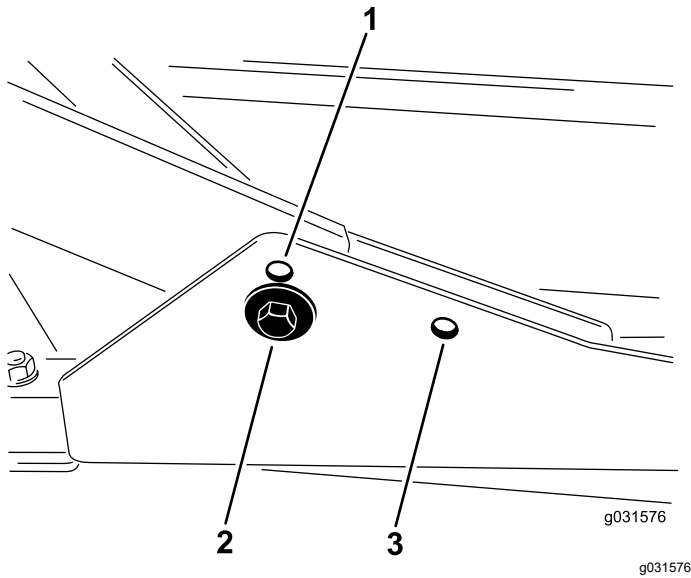

Figura 15
1. Para alturas de corte en el intervalo de 2 a 7,6 cm, los bastidores de tiro delanteros deben montarse en los taladros de montaje delanteros inferiores (Figura 15).
2. Para alturas de corte en el intervalo de 6,3 a 10 cm, los bastidores de tiro delanteros deben montarse en los taladros de montaje delanteros superiores (Figura 15).
Para todas las alturas de corte, la carcasa de corte trasera debe montarse en los taladros de montaje traseros (Figura 15).